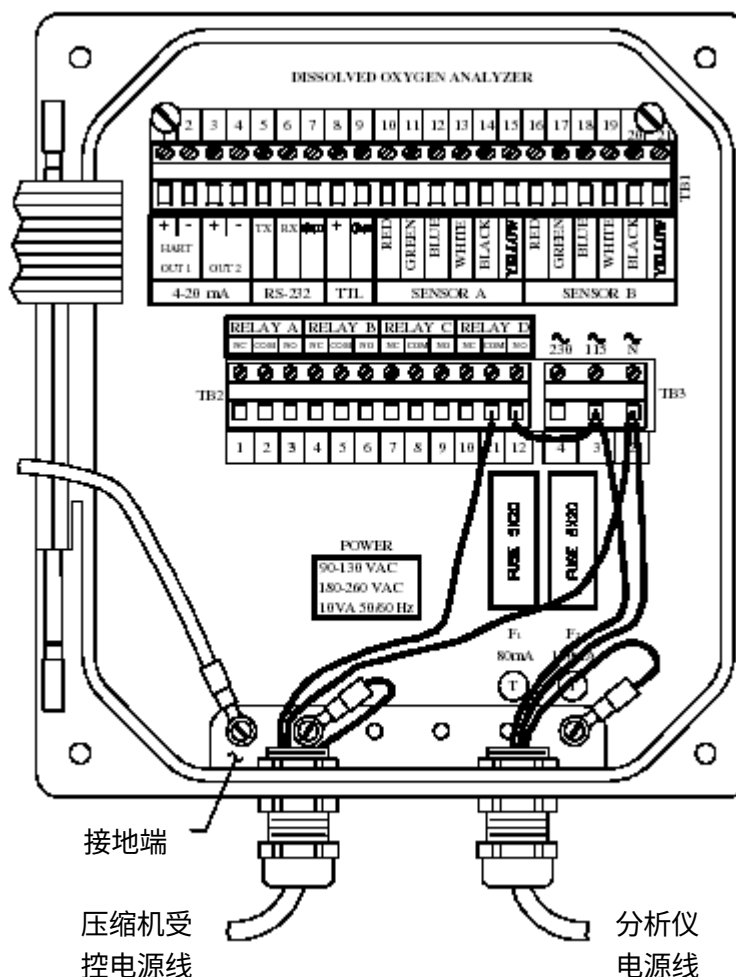

图 2-9 D53 分析仪与空气压缩机的接线
GLI D53 型分析仪使用任何已被设为“TIMER（定时器）”功能继电器的任何继电器，由用户自定义的清洗循环运行，去开关压缩机的电源。（使用 D53 分析仪菜单来建立“INTERVAL（间隔）”和“DURATION（持续时间）”来操作“TIMER（定时器）”继电器。）参见图 2-9 了解关于连接的详情。
**注意：**出于示例目的，图 2-9 显示了继电器 D 为“TIMER（定时器）”继电器。当使用不同的继电器时，要以相同的方式连接所有的接线端。